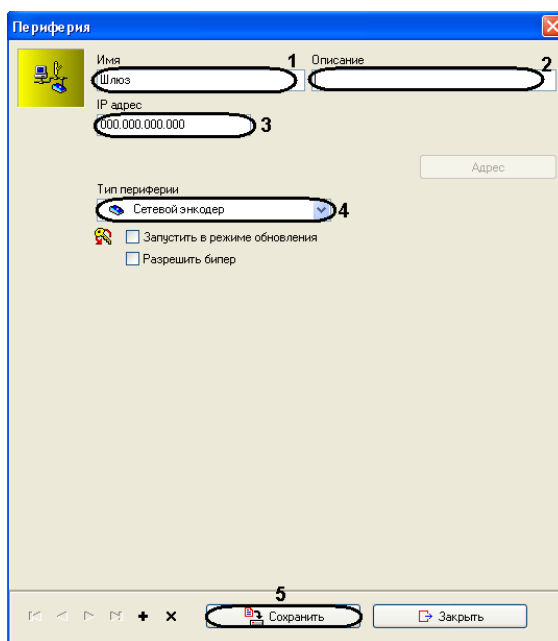

Рис. 3.2—7 Задание параметров периферийного устройства
4. В поле **Имя** ввести название добавляемого устройства (см. Рис. 3.2—7, 1).